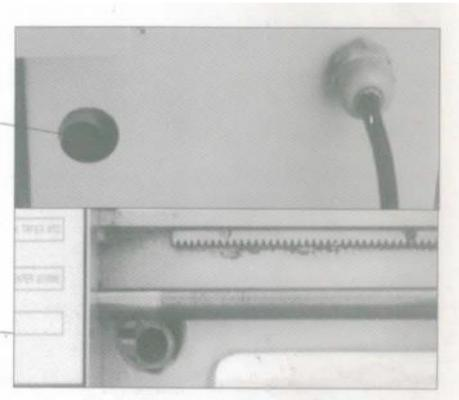

Рис. 10 Замена угольных щеток
Замените угольные щетки, сняв крышки щеток как с кожуха двигателя, как показано на Рис. 10-А (A), так и с правой нижней части регулятора скорости, как показано на Рис. 10-В (B).